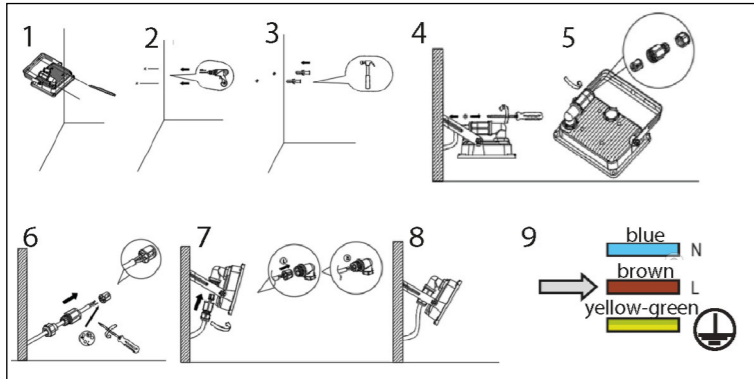

Fig. 2 : Mounting
5.1 Montage van de LED-buitenschijnwerper (fig. 2 - 4)
- Boor de montagegaten met een geschikt gereedschap. Zie fig. 2 en 3.
5.1 Montering af LED udendørs projektør (Fig. 2 - 4)
- Bor monteringshullerne med et egnet værktøj. Se fig. 2 og 3.